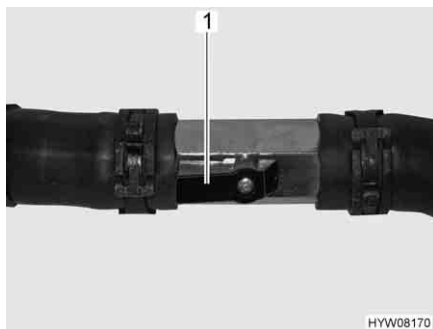

Fig. 88 Rubinetto aperto
- Posizionare la leva (Fig. 88,1) parallelamente alla tubazione (Fig. 88).